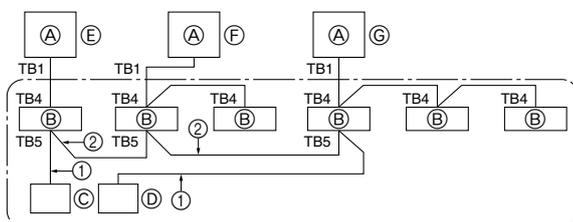

Fig. 10-1
③ L'appareil s'arrêtant automatiquement deux à trois minutes après la récupération de réfrigérant (témoins DEL 1 et 2 allumés), veiller à fermer rapidement la vanne d'arrêt de gaz. Lorsque les témoins DEL 1 et 2 sont allumés et que l'appareil extérieur est arrêté, ouvrir la vanne d'arrêt de liquide au maximum et répéter l'étape ② après trois minutes.
④ Mettre hors tension (coupe-circuit).
10. Contrôle du système (Fig. 10-1)
- (A) Appareil extérieur